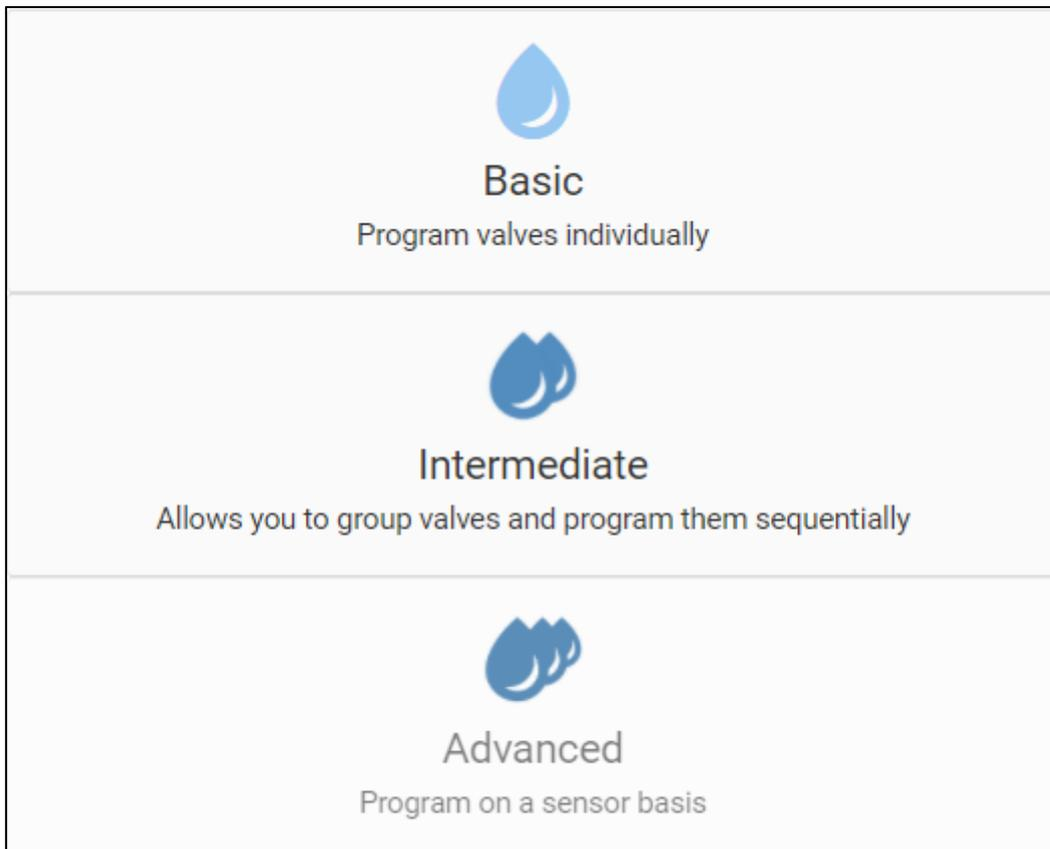

Figure 21 Types d'horaire
- Sélectionnez le type d'horaire, Figure 21. (Pour plus d'informations sur les fonctionnalités de l'horaire, voir types de l'horaire).